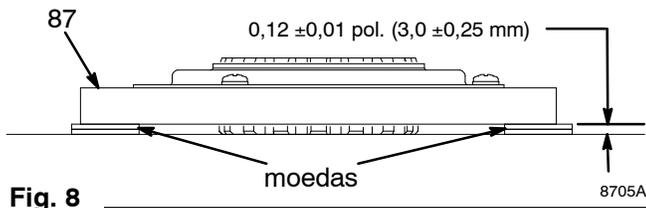

Fig. 8
1. Fig. 8. Coloque dois conjuntos de duas moedas numa superfície lisa da bancada.
2. Coloque o induzido (87) sobre os conjuntos.